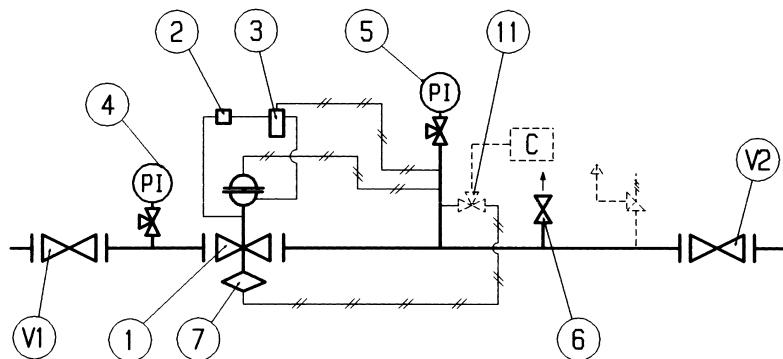

Fig. 13
- des aiguilles d'une montre (fig. 13), sans cependant descendre sous la valeur minimum conseillée. Si, en revanche, quand le débit augmente, une excessive diminution de la pression réglée se produit, il est opportun d'augmenter l'étalonnage du préédétendeur en tournant la bague 10 dans le sens des aiguilles d'une montre.*